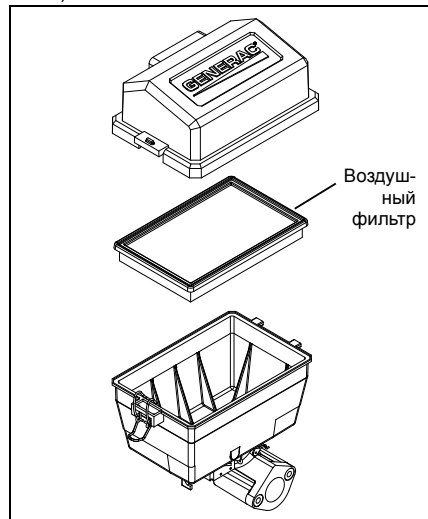

Рис. 4-4. Расположение воздушного фильтра
2. Отсоедините скобу крепления проводки и снимите крышку воздухоочистителя. См. рис. 4-4.